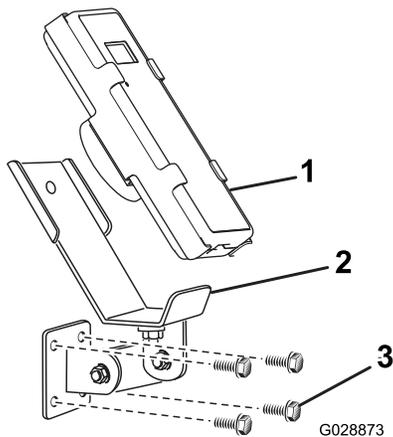
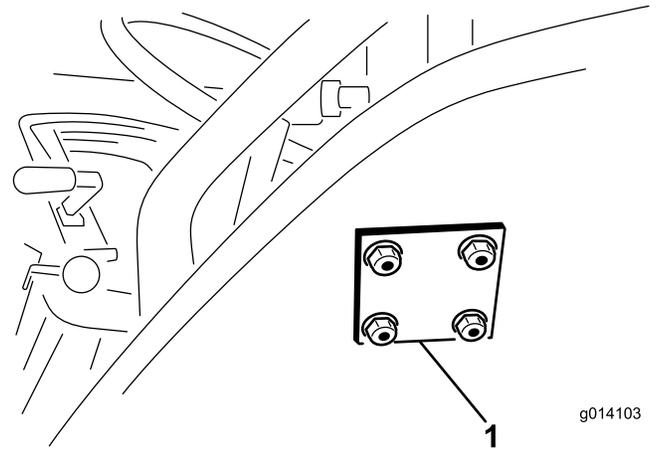

Figura 10
Figura 11
3. Sujete el soporte de montaje y la chapa de refuerzo con 4 pernos con arandela prensada (5/16" x 1½") y contratuercas con arandela prensada (Figura 10 y Figura 11).